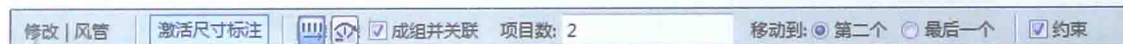

图1-10
- 阵列：选择图元，单击“阵列”工具，在选项栏中进行相应设置，勾选“成组并关联”复选框，输入阵列的数量，例如“2”，选择“移动到”选项中的“第二个”，在视图中拾取参考点和目标点位置，二者间距将作为第一个管道和第二个或最后一个管道的间距值，自动阵列管道，如图 1-10 所示。